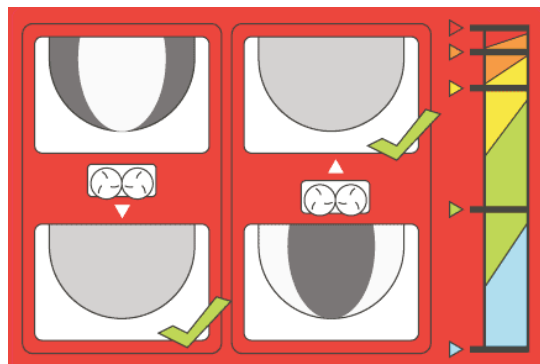

Рисунок 43
Для устранения такой неравномерности приведена иллюстрация **настройки параметров подвижной плиты**, на которой показано, как корректировать положение подвижной плиты (Рисунок 43).
**Примечание:** Цветовые диапазоны на табличке, показанной на Рисунок 43, соответствуют цветовым диапазонам на табличке с основными рабочими параметрами (Рисунок 30).